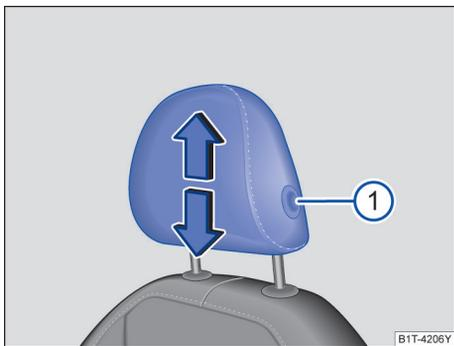

图 88 调整前排头枕
- 按住按钮→图 88①，同时沿箭头方向上推或下压头枕即可将头枕调整至合适高度→▲。